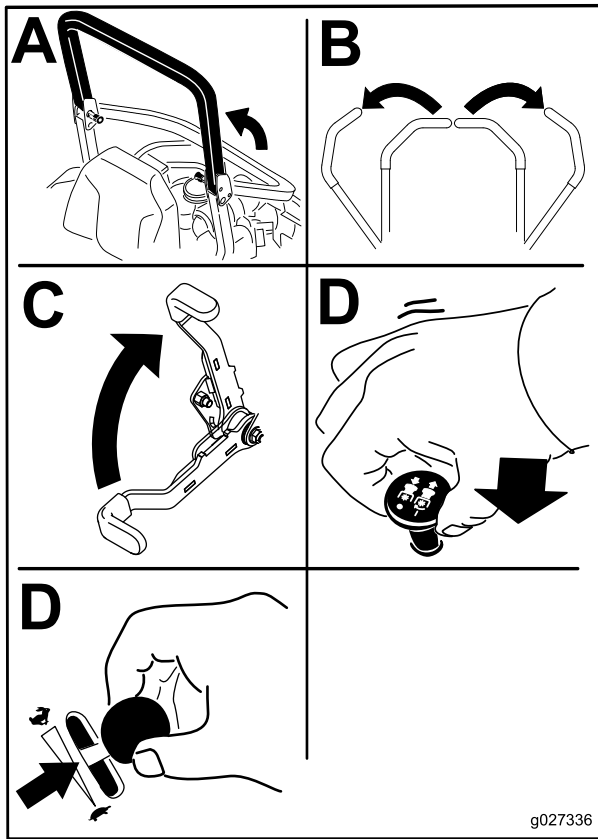

Figura 18
4. Desloque o interruptor de controlo da lâmina (PTO) para a posição Off (Figura 18).